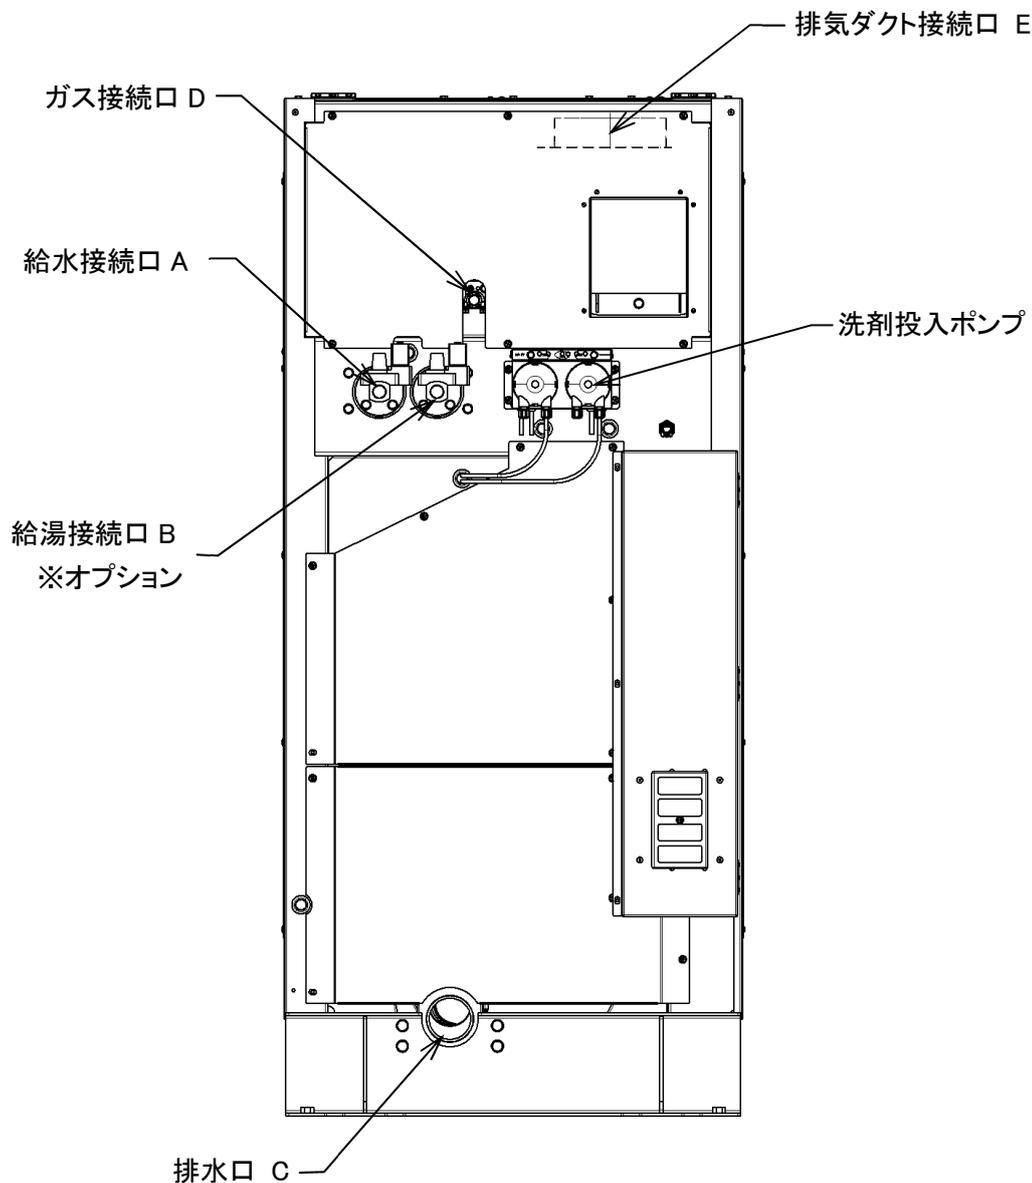

図 5-1
- ・ 給水接続口 A に配管を接続します。(図 5-1)
- ・ 給水接続口 B に配管を接続します。(図 5-1)
- ・ 排水口 C に配管を接続します。(図 5-1)
- ・ ガス配管接続口 D に配管を接続します。(図 5-1)
- ・ 機械は洗剤・助剤投入ポンプを標準装備しています。(図 5-1)
- ・ 排気ダクト接続口 E にダクトを接続します。外形は 196φ です。(図 5-1)